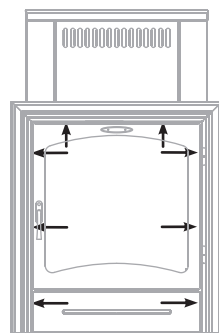

Рисунок 3. Винты для демонтажа дверки при монтаже печи «Калина».
1) открутить саморезы 8 шт., которыми прикрепляется дверка с рамкой к топливному каналу и снять ее; (см. рисунок 3)